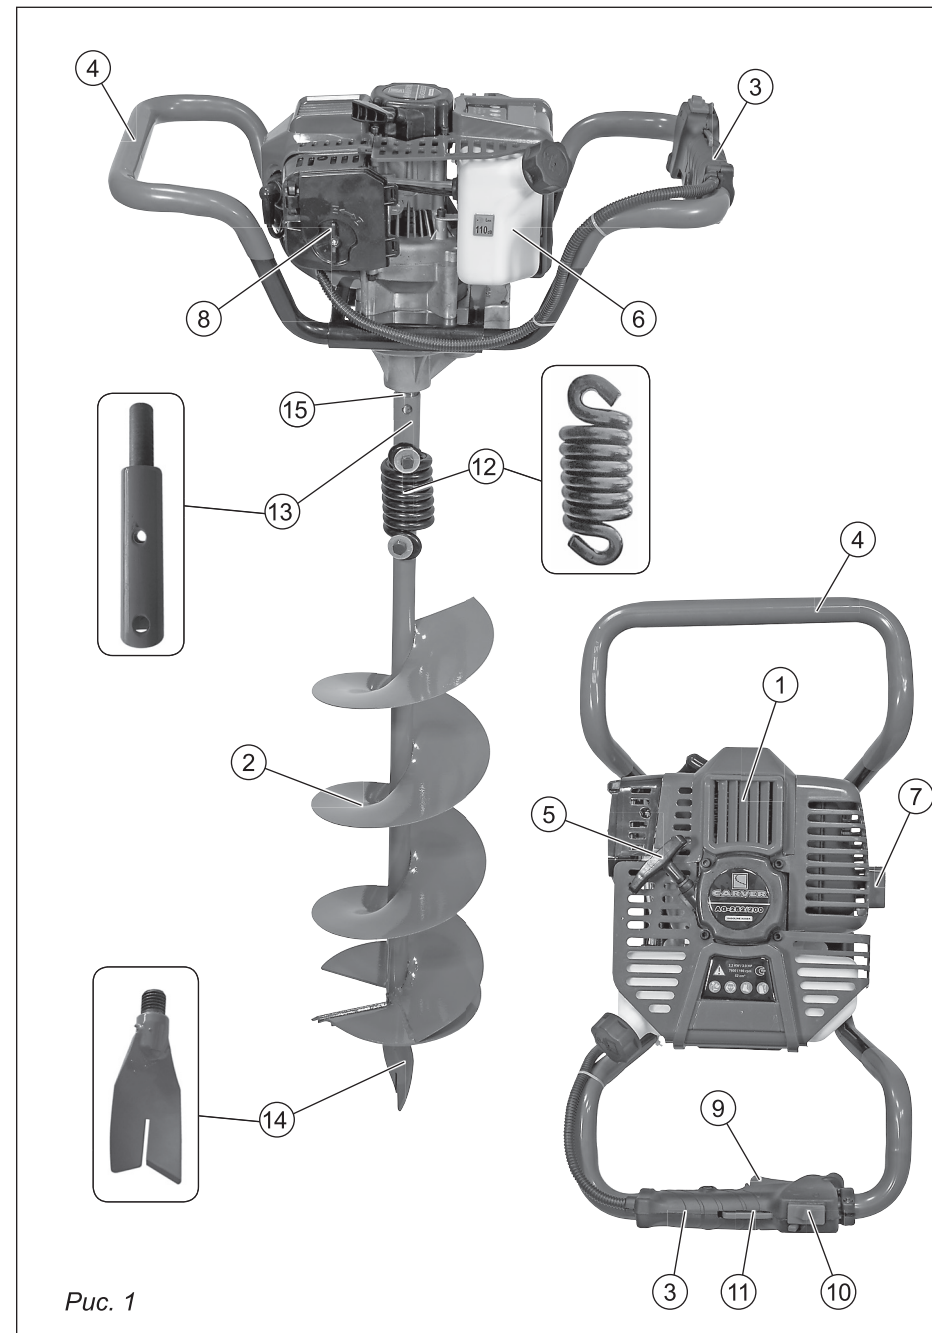

Рис. 1
1. ОБЩИЙ ВИД (рис. 1)
Установите вал соединительный (п. 13, рис. 1) на выходной вал редуктора (п. 15, рис. 1).
Наденьте на вал соединительный пружину (п. 12, рис. 1), присоедините бур шнековый (п. 2, рис. 1), к валу соединительному (рис. 6).
Закрутите наконечник (п. 14, рис. 1) в резьбовое отверстие основания шнека (если это необходимо) (рис. 11).
1. Заполните топливный бак (п. 6, рис. 1) и надежно закрутите крышку бака.